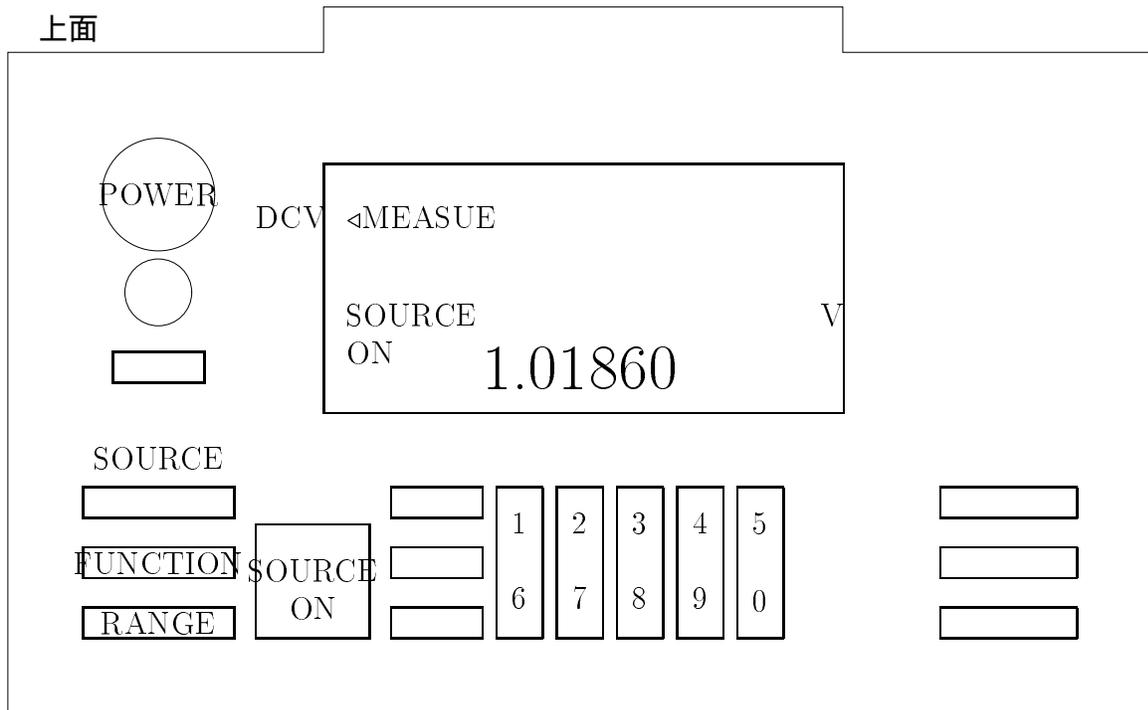

図 13.3: コンパクトキャリ
2. 上面の POWER スイッチ (図 13.3 参照) を押す。
3. 液晶の表示部 (図 13.3 参照) に "MEASURE"、"SOURCE"、"OFF"、"0.000"、"mv" が表示されるのを待つ。
4. "SOURCE" の "RANGE" ボタン (図 13.3 参照) を押し、液晶の表示部の "mv" と "0.000" を "v" と "0.00000" に変える。
5. 図 13.3 の "1" から "0" までのキーを使用して液晶表示部の "0.00000" を "1.01860" の表示に変える。
6. "SOURCE ON" キー (図 13.3 参照) を押し、液晶表示部の "OFF" を "ON" に変える。以上の操作により、電位差計へ標準電圧の接続は終了する。